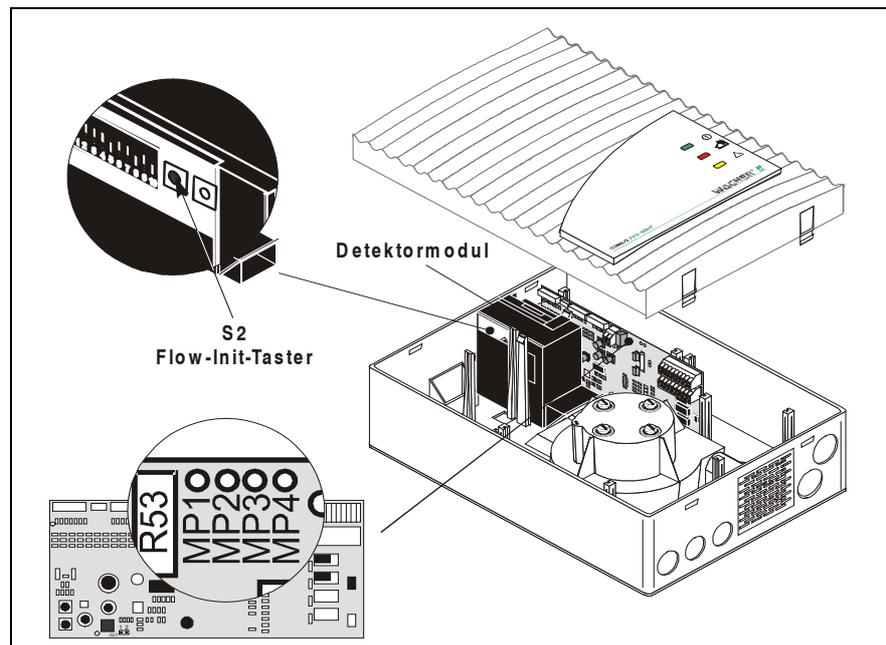

Abb. 7.1: Luftdruckunabhängiger Abgleich des Luftstromsensors
4. Betätigen Sie den Flow-Init-Taster S2 auf dem Detektormodul vom TITANUS PRO · SENS® (siehe Abb. 7.1).